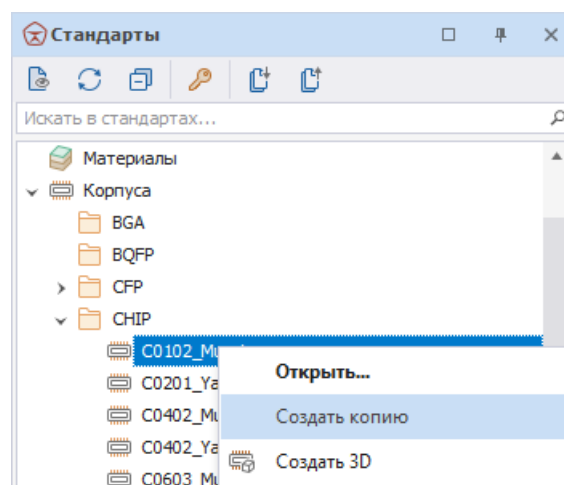

Рис. 89 Создание копии корпуса
2. Вызовите контекстное меню и выберите пункт «Создать копию», Рис. 89.